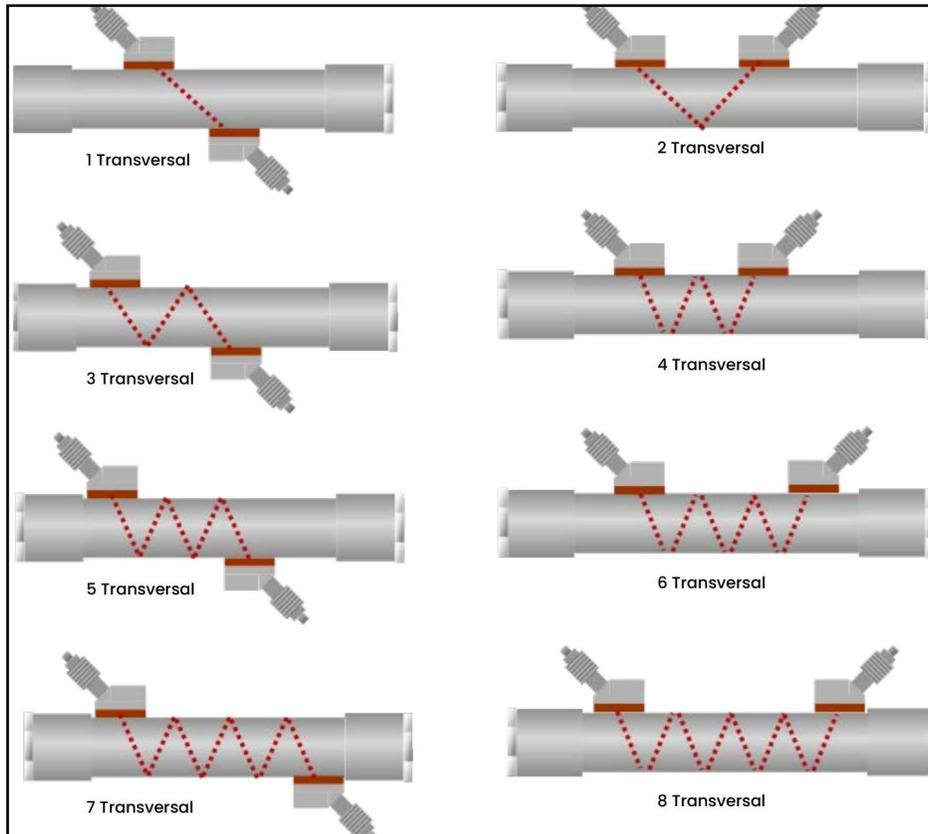

Figura 48: Configuraciones transversales
2. Programe el **[No. of Traverses / N° de pasos]** en función de la instalación y configuración de su transductor. Consulte en *Figura 48* las posibles configuraciones de Traverse admitidas en el medidor. Normalmente, se utiliza una instalación de dos travesaños.